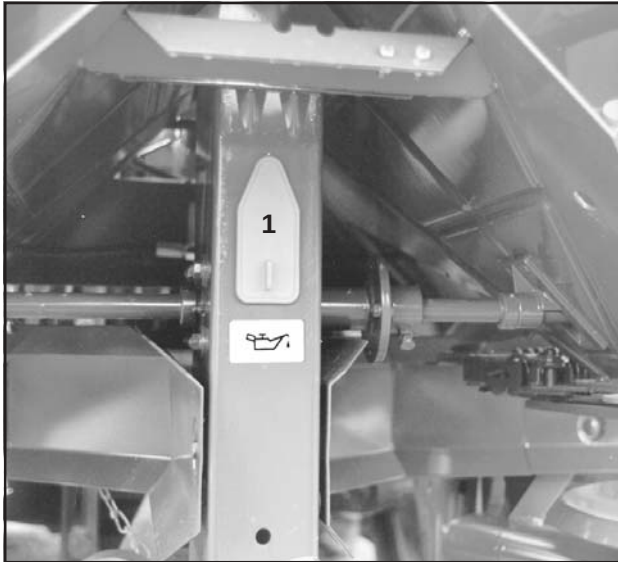

Fig. 9.1
2. Rengör omröraraxel-kedjan och smörj in (fig 9.1/1).